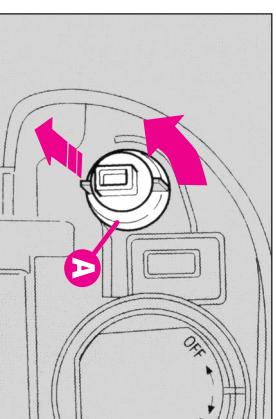

fig.30
- Rotiți suportul becului (**A-fig. 30**) în sensul invers acelor de ceasornic și îndepărtați-l.